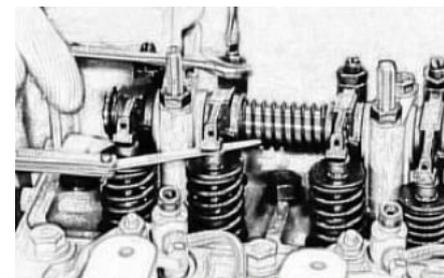

Fig 5-23 Check Valve Clearances
3.2.4 Міцно зафіксуйте з'єднувальну трубку вхідної впускної та випускної труби, уникаючи її поломки. Затягніть затискачем (див. рис. 5-23).